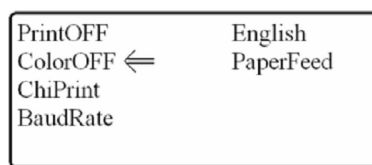

Fig. 21: Colore urina disattivato
2. Attivare/Disattivare la funzione del colore premendo “YES”. La programmazione cambierà a ColorOFF/ColorON (Fig. 21) a seconda di quale funzione era precedentemente impostata.